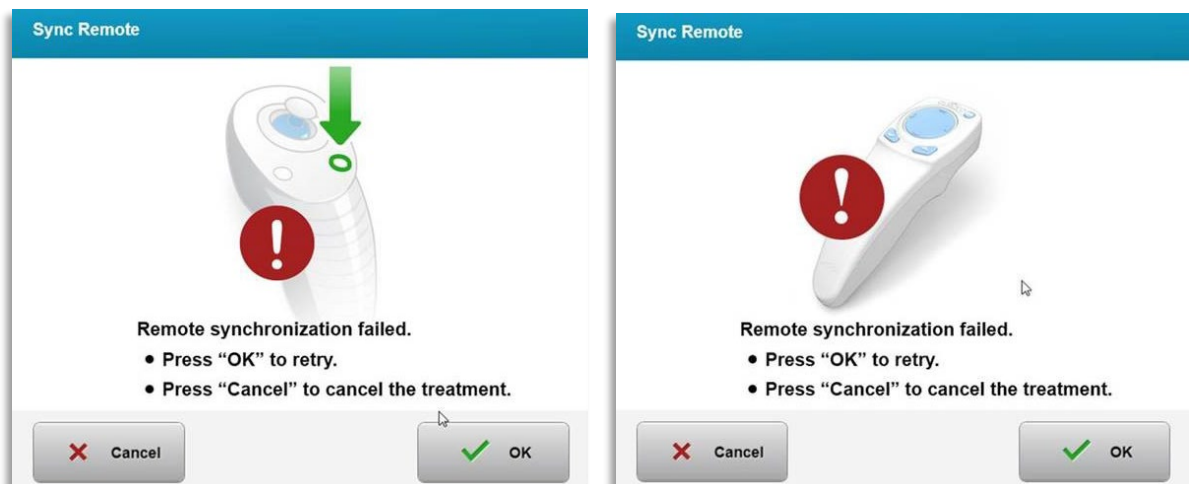

Bild 3-18. Synkroniseringsprocessen når sin tidsgräns
- o Om synkroniseringsknappen inte trycks in inom de 15 sekunderna visas meddelandet "Synkronisering av fjärrkontroll misslyckades" (Remote Synchronization Failed) på skärmen, vilket visas på bild 3-18.